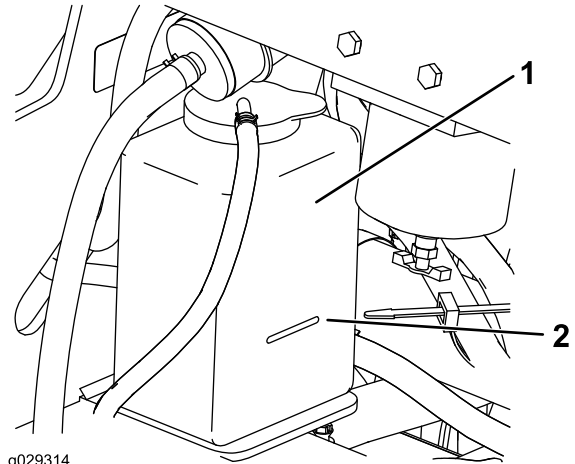

Figura 61
3. Controllate il livello del refrigerante nel serbatoio di espansione (Figura 61).